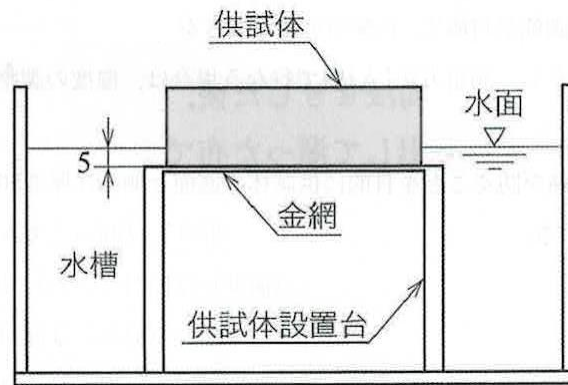

図1 吸上げ率試験装置の概略図
(1) 試験装置
- ① 1 g 単位以上の精度で測定できるはかり
- ② 温度 105 ± 5℃に保持できる乾燥機
- ③ 吸水性試験装置(図 1)
- ④ 密閉式のプラスチック容器
(2) 試験方法
- ① 吸上げ試験に用いる供試体はブロックを有姿とし、製品を温度 105 ± 5℃の乾燥機で一定量になるまで乾燥した後、常温まで冷却したものとします。
- ② このときの供試体の質量を量り、これを絶乾質量( $m_d$ )とします。
- ③ 乾燥状態の供試体を図 1 に示す吸上げ試験装置に設置し、供試体の底面から 5mmの高さまで水に浸るようにして 30 分間吸水させます。供試体を載せる台は金網などとします。
- ④ 水が滴り落ちない程度まで水を切り、湿った布で水膜を拭き取って質量を量り、30分後の吸上げ質量( $m_a$ )とします。
- ⑤ 湿潤質量( $m_w$ )は保水量試験と同じ方法によって求めます。
- ⑥ 吸上げ率( $h_a$ )は、(1)式によって算出し、数値は四捨五入を行い整数に丸めます。